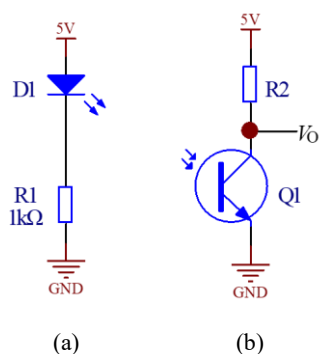

图 3 应用电路图
2. 红外光发射管具有单向导电性。只有当外加的正向电压使得正向电流足够大时才发射红外光，正向电流越大发光越强。其应用电路参见图 3（a），建议 R_1 选取 $1k\Omega$ 。
3. 光电三极管简介参见附录。有光照射时，光电三极管的集电极电流约在几百微安到几毫安之间。其应用电路参见图 3（b），为保证光电三极管的输出电压 V_o 可以驱动后级电路，请合理选取 R_2 阻值。